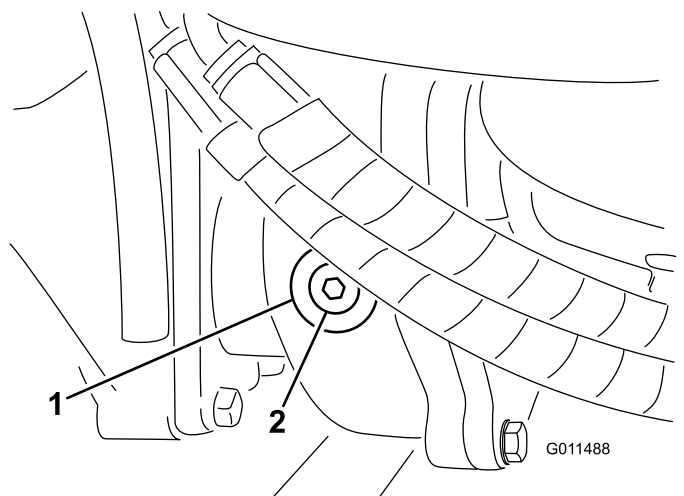

Рисунок 68
2. Снимите пробку контрольного (заливного) отверстия с левой стороны редуктора и убедитесь, что масло доходит до нижнего края отверстия (Рисунок 68).